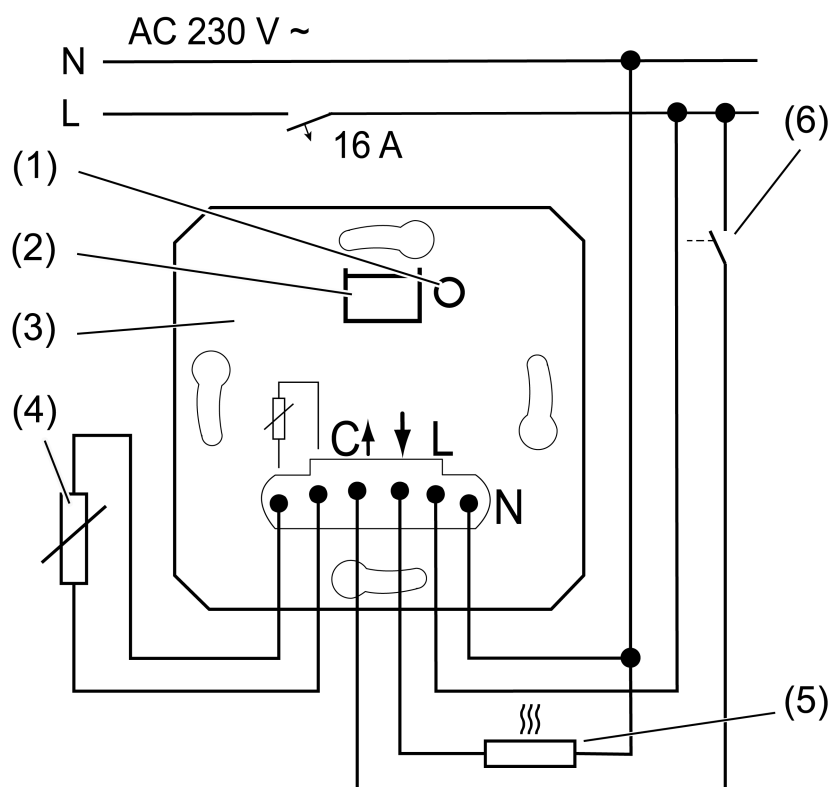

Figura 1: Esempio di collegamento dell'unità da incasso
- (1) Tasto **TEST**
- (2) Interfaccia modulo con LED
- (3) Inserto
- (4) Sonda remota per la misurazione della temperatura esterna
- (5) Riscaldamento a pavimento elettrico o sistema di attuazione elettrotermico
- (6) Contatto di commutazione per la commutazione alla modalità di raffreddamento (opzionale)
- Collegare l'unità da incasso (3) secondo lo schema di collegamento (Vedi figura 1).
- In via opzionale collegare la sonda remota esterna (4) (accessori).
- i** Premere brevemente il tasto **TEST** (1), il carico può essere commutato. Con carico attivato il LED (2) si illumina.